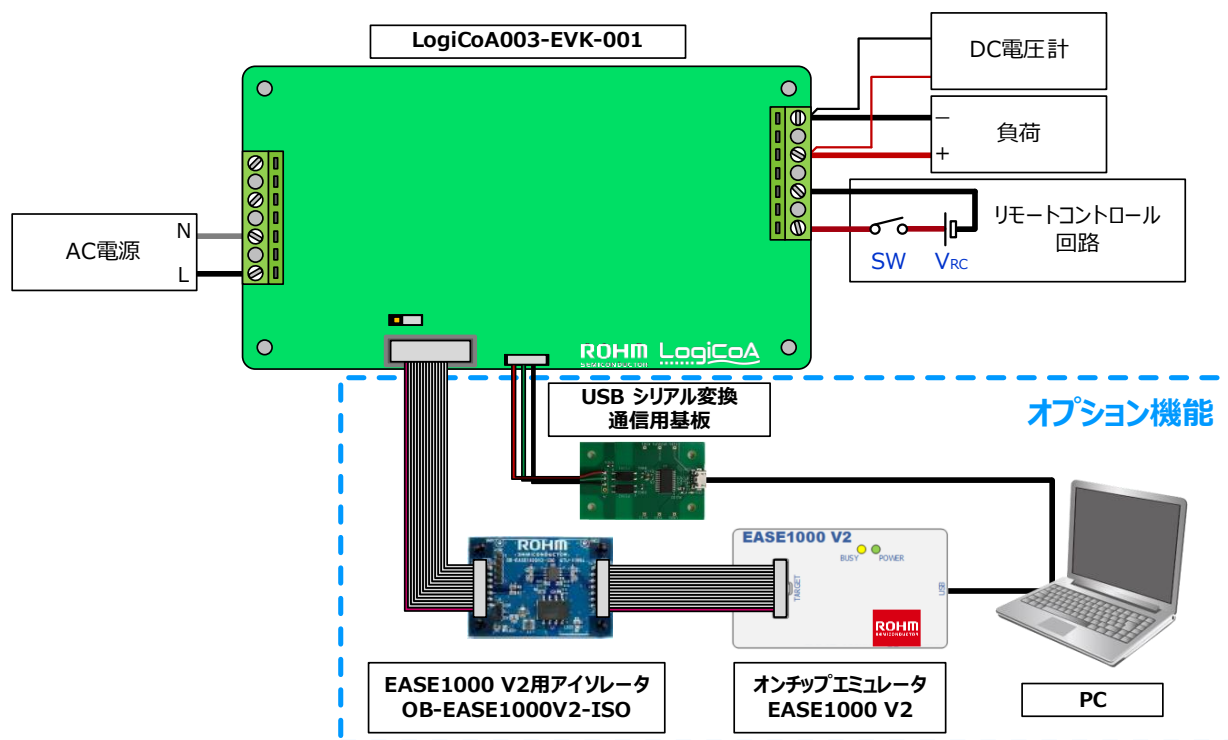

Figure 7. LogiCoA003-EVK-001 接続図
- (1) AC 電源を 85V_{AC}~264V_{AC}にプリセットして、電源出力を OFF にします。
- (2) 負荷を 4A 以下に設定して、負荷を無効にします。
- (3) リモートコントロール回路用外部電源を 4.5V~12.5V にプリセットして、電源出力、スイッチとともに OFF にします。 (Note 3)
- (4) Figure 7 に示す接続図のように EVK と AC 電源、負荷、DC 電圧計、リモートコントロール回路を接続します。
- (5) 通信制御を行う際には、EVK と通信用基板、PC を接続します。 (Note 1)
- (6) デバッグ作業を行う際には、EVK と EASE1000 V2、EASE1000 V2 用アイソレータ、PC を接続します。 (Note 2)
- (7) AC 電源の出力を ON にします。
- (8) リモートコントロール回路用外部電源出力、スイッチを ON にします。 (Note 3)
- (9) DC 電圧計の表示が出力電圧 24V であることを確認します。 (Note 3)
- (10) 負荷を有効にします。